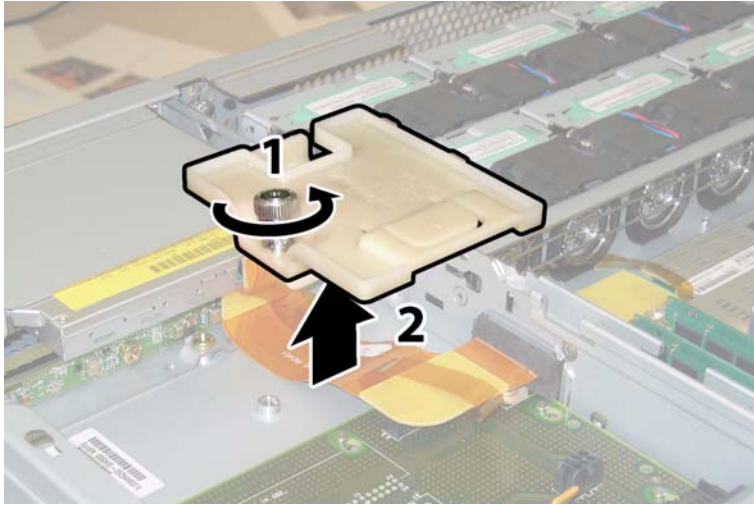

图 3-34 拆卸软线缆固定架
8. 旋下固定软线缆固定架的弹簧指旋螺丝，并将此固定架从机箱中卸下。请参见图 3-34。